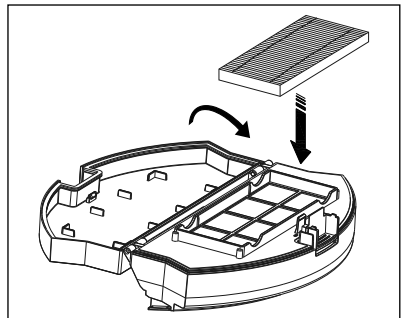

Abb. 13
8) Legen Sie den EPA-Filter **7** wieder in das Fach und klappen Sie den Staubbehälter **16** zu (siehe Abb. 13).